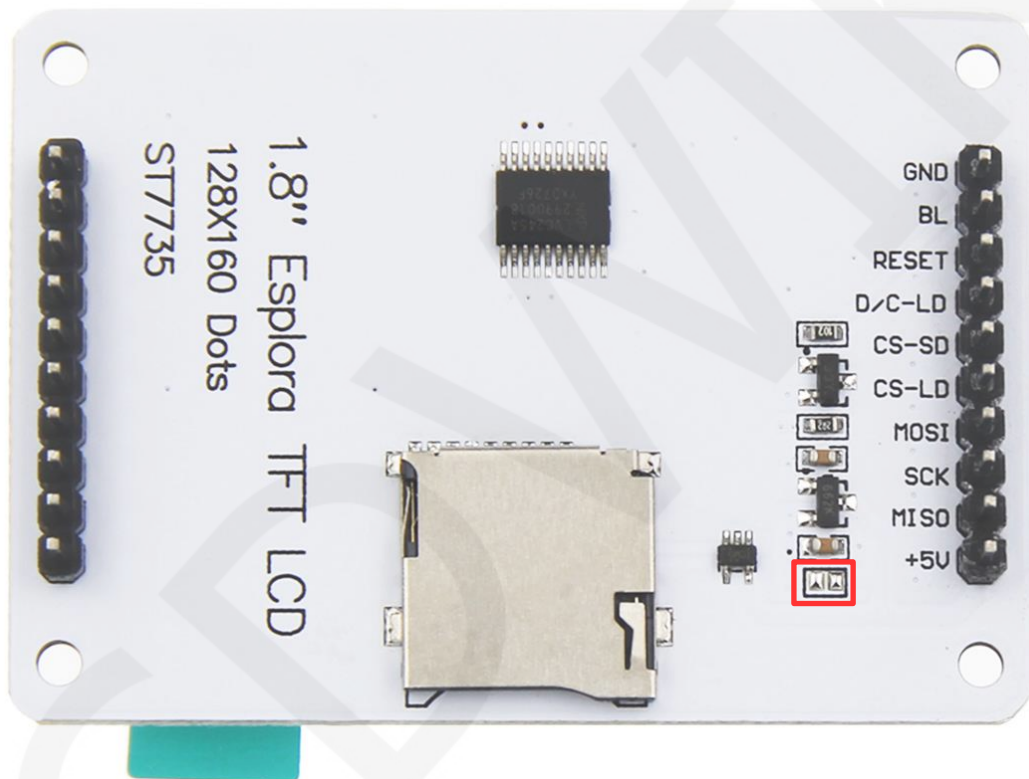

图1. 引脚丝印图
- 短路PCB底板上的焊盘(如图1红框内所示)，则**VCC**此时使用3.3V电压接入，千万不能再接5V，会烧毁；
- A、按照上述接线说明将 LCD 模块（如图 1 所示）和 Arduino 单片机连接起来，并上电；
A、按照上述接线说明将 LCD 模块（如图 1 所示）和 C51 单片机连接起来，并上电；